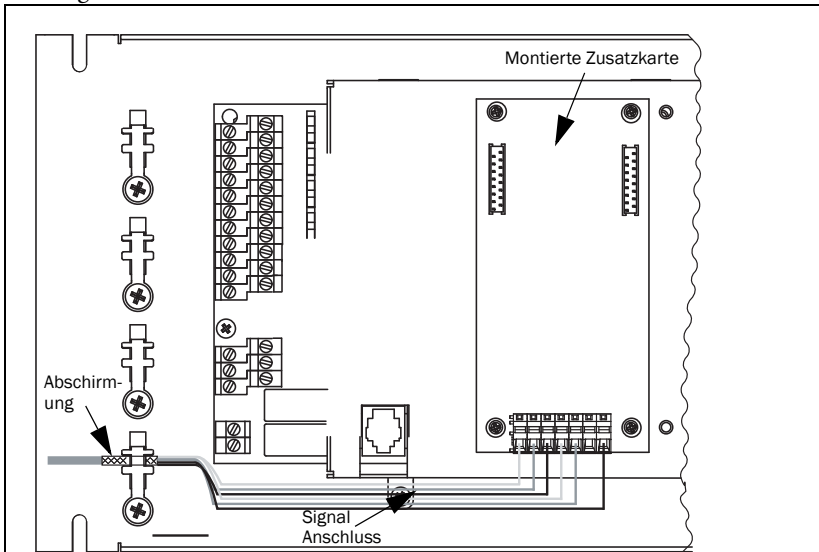
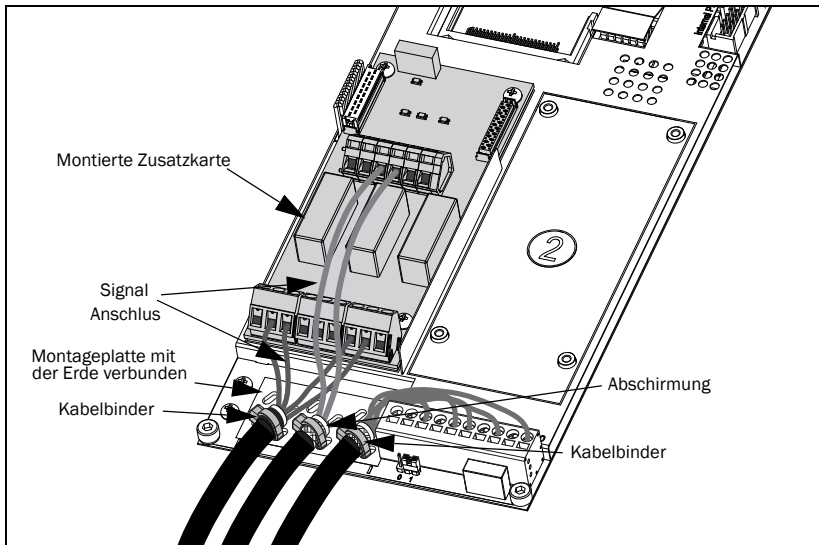

Fig. 2 Generelle Abschirmungsprinzip für Frequenzumrichter
Fig. 3 Generelle Abschirmungsprinzip für Emotron TSA softstarter
Erforderlich sind abgeschirmte verdrehte Kabel. Schließen Sie die Abschirmung des Kabels an die Montageplatte (PE) an, siehe Fig. 2 für Frequenzumrichter oder Fig. 3 für Emotron TSA.